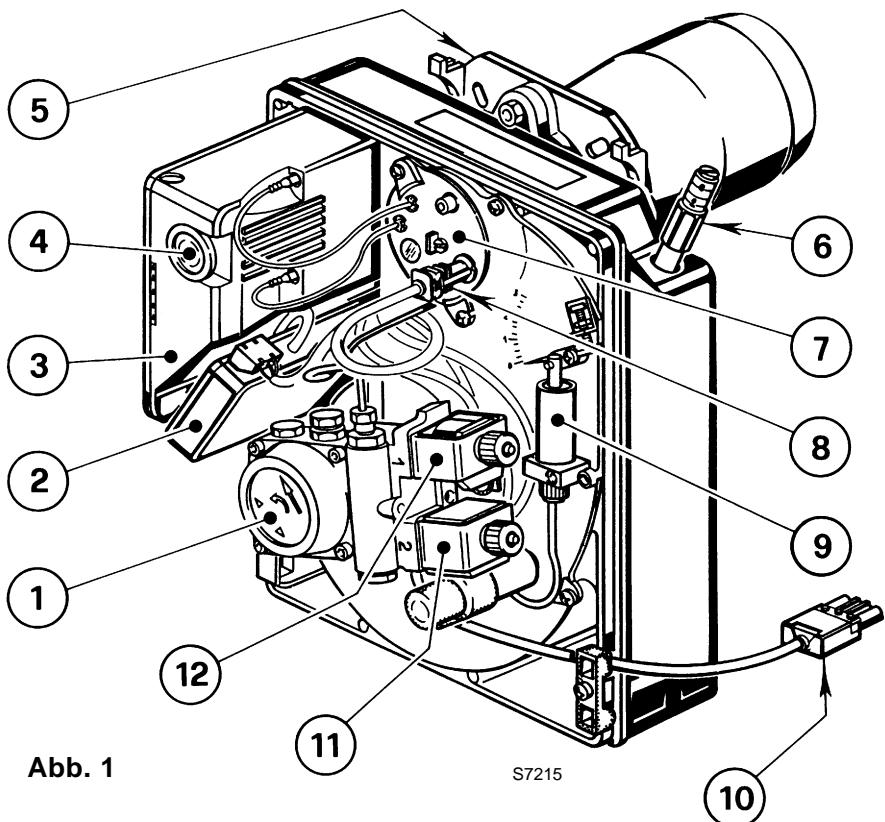

Abb. 1
A Segnalato dalla spia sull'apparecchiatura di comando e controllo (4, fig. 1, pag. 1).
Un'anomalia, nel funzionamento nella maggior parte dei casi, porta alla accensione della segnalazione all'interno del pulsante di sblocco dell'apparecchiatura di comando e controllo (pos. 4, fig. 1, pag. 1).